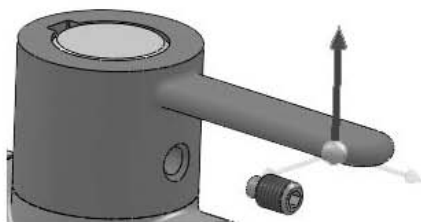

Рис. 6.47. Выделение ручки и оси направления перемещения
- Выделите ручку и направление перемещения (рис. 6.47).